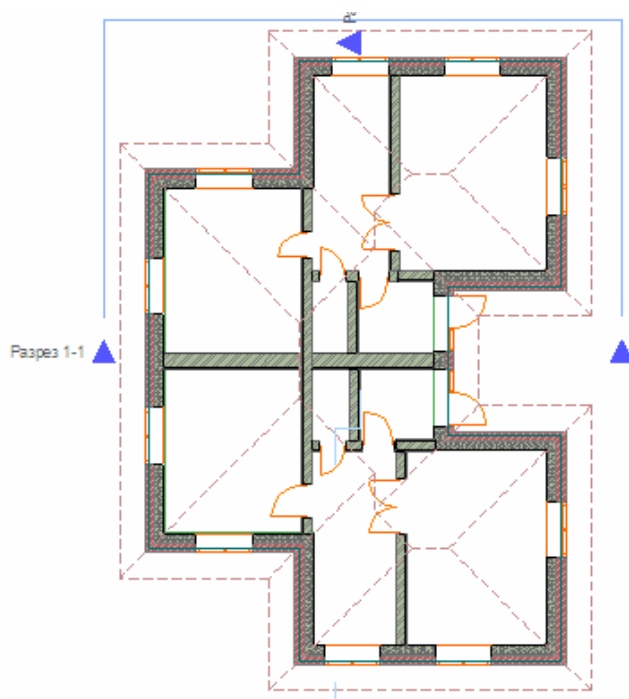

Рис. 76
5. При нажатой клавише пробела произведите щелчок мышью. Появляется пунктирное изображение созданной крыши (рис. 76).